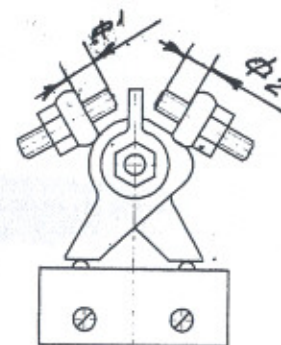
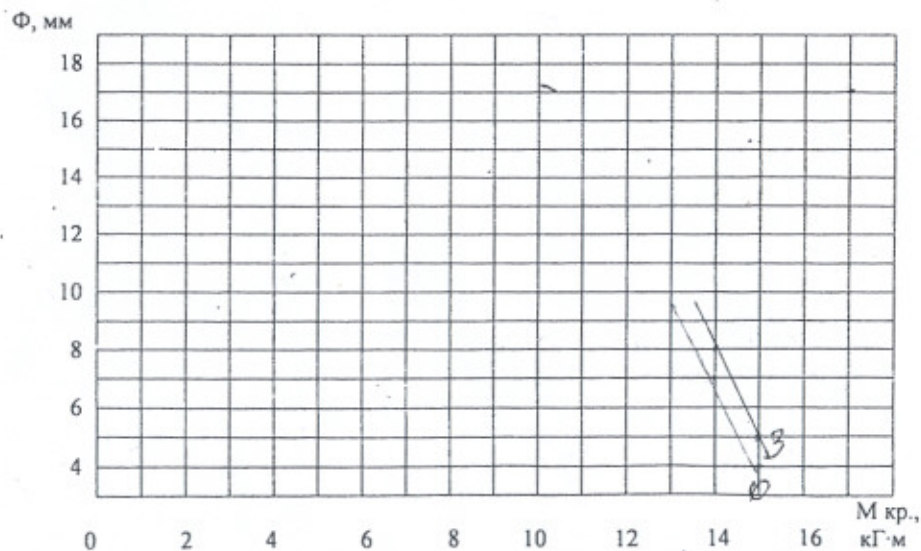

Рис. 4. Регулирование муфты крутящего момента
Рис. 5. График настройки крутящего момента
5.9 Регулирование муфты крутящего момента выполняется установкой размера $\varnothing$ (рис.4). Размер $\varnothing$ следует устанавливать в зависимости от требуемого крутящего момента по графику (рис.5) с точностью «плюс-минус» 0,2 мм. Линии графика, определяющие зависимость размера $\varnothing$ от крутящего момента, для разных направлений вращения могут не совпадать и проводятся в виде двух линий: первая «З» – для закрывания, вторая «О» – для открывания.